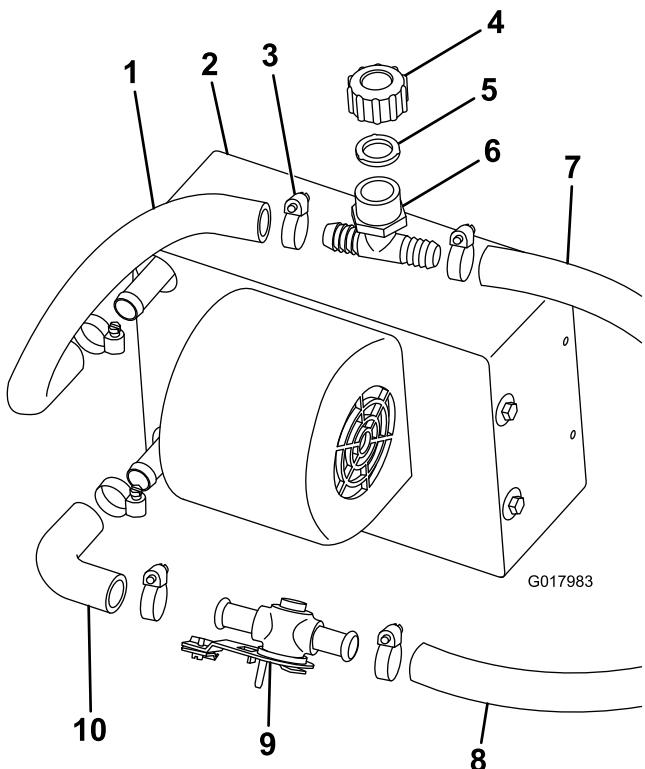

Figura 13
1. Prenda o tubo em cotovelo à parte de baixo do encaixe do conjunto do aquecedor com uma braçadeira de tubos (Figura 13).
2. Ligue a válvula do aquecedor ao tubo em cotovelo com uma braçadeira de tubos (Figura 13).
3. Corte um pedaço de 36 cm de tubo de 5/8 pol. e prenda-o à parte de cima do encaixe do conjunto do aquecedor com uma braçadeira de tubos (Figura 13).
4. Ligue o enchimento em T branco, a junta e o tampão ao tubo superior do aquecedor com uma braçadeira de tubos (Figura 13).